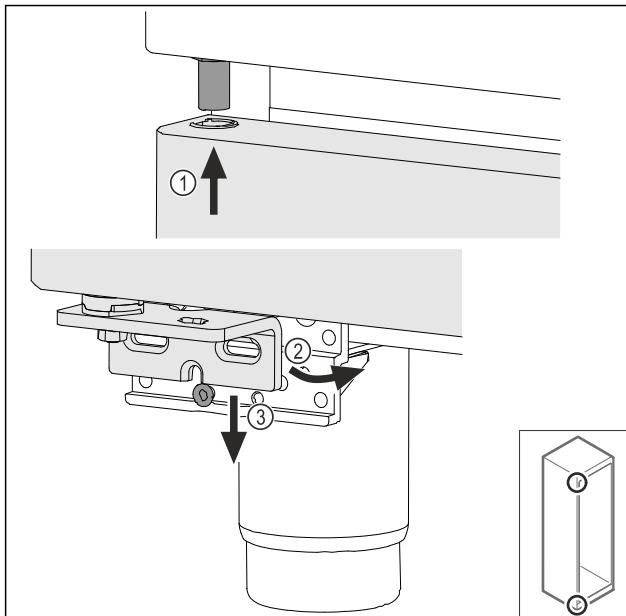

Fig. 70
- Установите дверь под небольшим уклоном сверху Fig. 70 (1), выровняйте ее прямо Fig. 70 (2) и смонтируйте снизу на винт опорного кронштейна Fig. 70 (3).